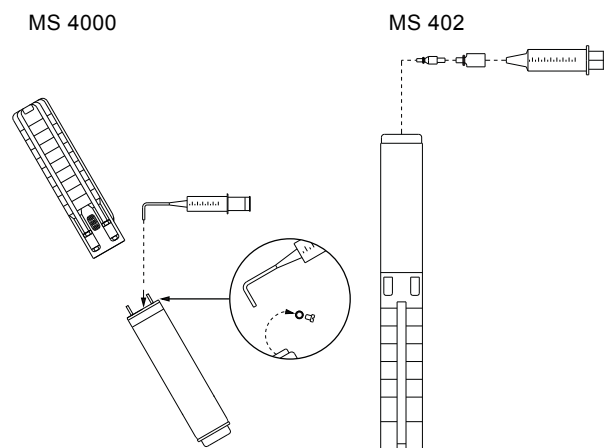

Fig. 2 Posição do motor durante o enchimento - MS 4000 e MS 402
1. Posicione a bomba submersível conforme ilustrado na fig. 2. O parafuso de enchimento deverá estar no ponto mais alto do motor.
3. Injecte líquido no motor com a seringa de enchimento até que o líquido saia pelo orifício de enchimento. Consulte a fig. 2.